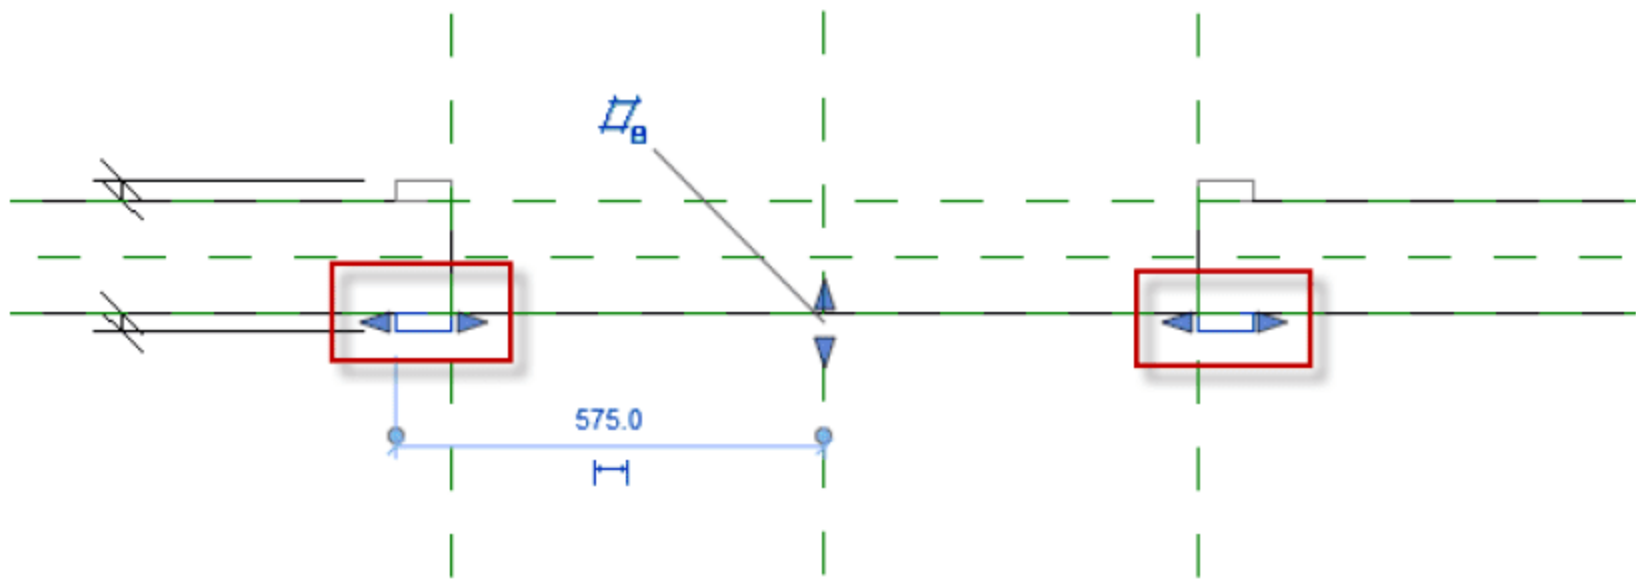

图 8.4.25 删除内部门框
(2) 修改门框。因为电梯内部是不需要门框的，所以需要删除“公制门”族内部的门框。打开“参照标高平面”视图，选中内部门框，按 Delete 键，删除内部门框，如图 8.4.25 所示。